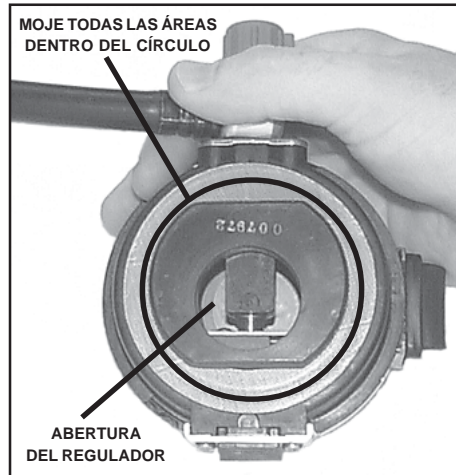

FIGURA 14
3. Inspeccione el interior de la unidad del regulador a través de la abertura del regulador. Véase la FIGURA 14. Si presenta excesiva suciedad, envíe la unidad al personal autorizado y capacitado por SCOTT para una limpieza minuciosa.
4. Oprima el interruptor para conservar aire y colócase la unidad, cierre la perilla de purga haciéndola girar totalmente hacia la derecha. Use el limpiador o desinfectante recomendado por SCOTT en la abertura del regulador y el área inmediata. Véase la FIGURA 14. Asegúrese de cubrir totalmente los componentes internos.